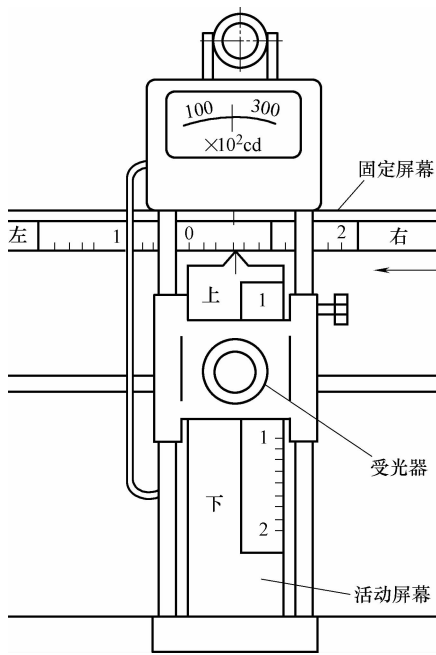

图 5-37 前照灯检验仪光轴偏斜量和发光强度的显示
- 5) 上下和左右移动受光器, 使光度计指示值达到最大值。此时, 根据受光器上的基准指针所指活动屏幕上的上下刻度值和活动屏幕上的基准指针所指固定屏幕上的左右刻度值, 即可得出光轴偏斜量。根据此时光度计上的指示值, 可得出前照灯发光强度, 如图 5-37 所示。